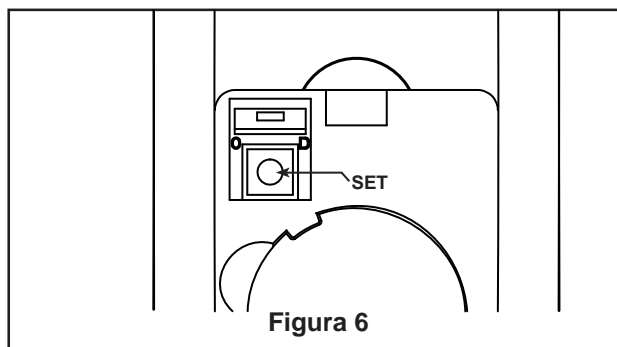

Figura 6
8. Si ha encontrado un problema durante el proceso de configuración, puede seguir el siguiente procedimiento para limpiar el código de memoria de su mando a distancia: (Figura 6)